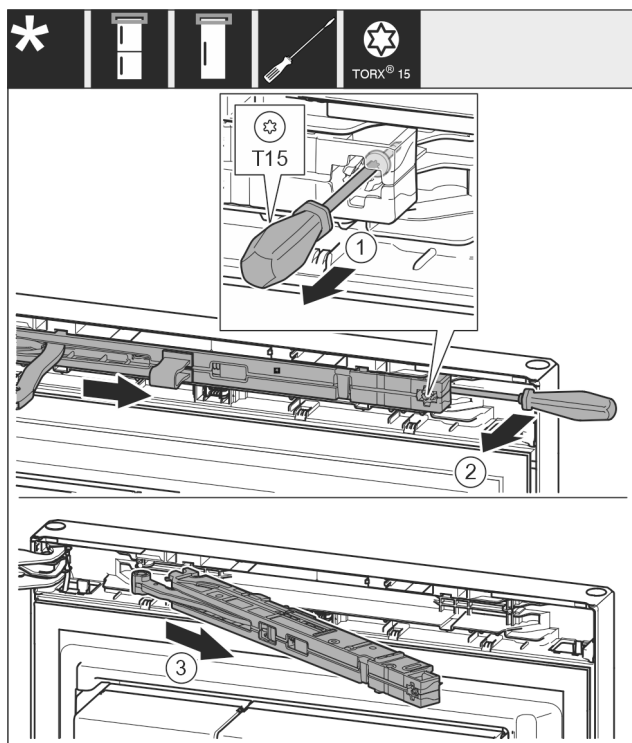

Fig. 11
- ▶ Allentare la vite di ca. 14 mm sull'unità ammortizzatore di chiusura con il cacciavite T15. Fig. 11 (1)
- ▶ Spingere con un cacciavite sul lato maniglia dietro l'unità ammortizzatore di chiusura e ruotarla in avanti. Fig. 11 (2)
- ▶ Estrarre l'unità ammortizzatore di chiusura. Fig. 11 (3)